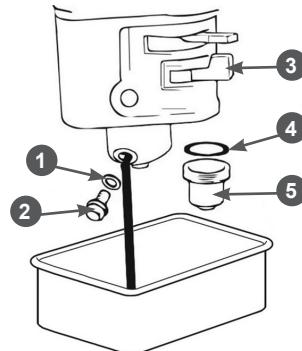

Рис. 29 Обслуживание карбюратора
1. Установите под карбюратор подходящую емкость (Рис. 29).
2. Установите рычаг топливного крана 3 в положение «ЗАКРЫТО» (Рис. 29).
3. Открутите болт 2 сливного отверстия и слейте топливо из поплавковой камеры карбюратора в приготовленную для этого ёмкость (Рис. 29).
4. Открутите стакан отстойника 5, вылейте из него топливо в заранее подготовленную емкость (Рис. 29).